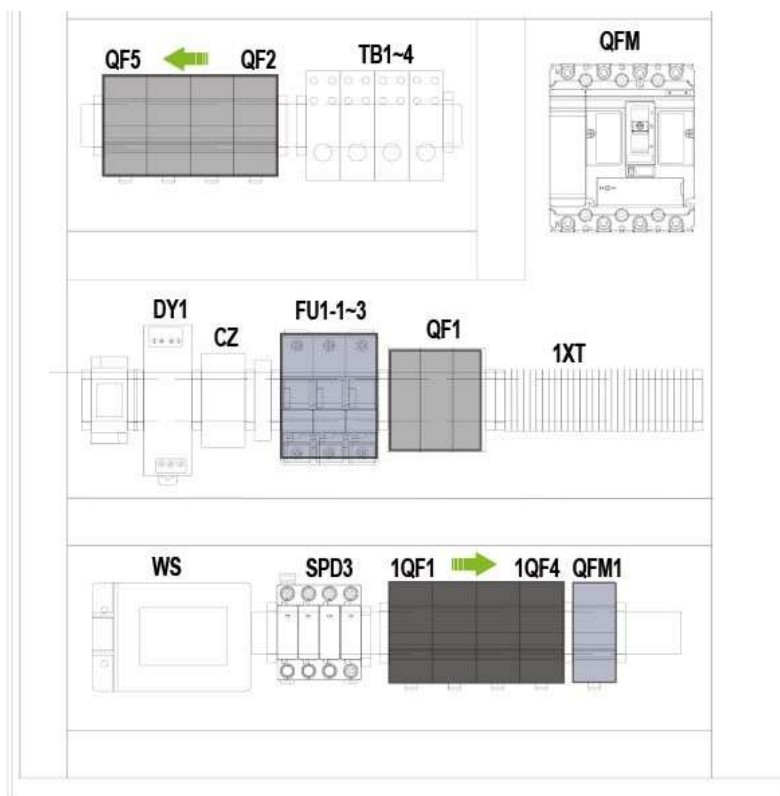

Figura 7-2 Fechar disjuntores
2. Feche os disjuntores miniatura 1QF1, 1QF2, 1QF3 e 1QF4 em sequência; consulte a Figura 7-2;
4. Feche o disjuntor QFM1, consulte a Figura 7-2;
5. Feche os disjuntores QF1, QF2, QF3 e QF4 em sequência; consulte a Figura 7-2.